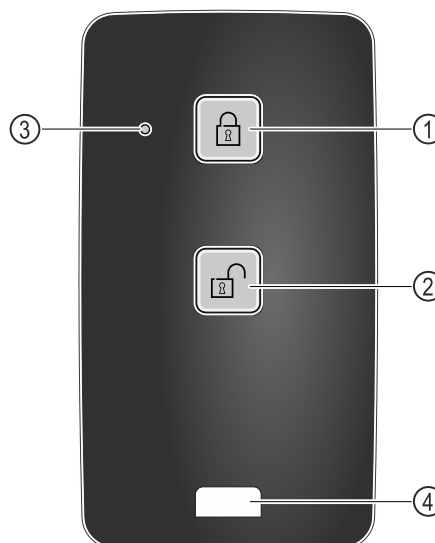

Fig. 219
- (1) Bloccare la serratura
- (2) Sbloccare la serratura
- (3) LED di stato
- (4) Occhiello di fissaggio
- ▶ Premere il tasto Fig. 219 (1) sul telecomando.
- ▶ Premere il tasto Fig. 219 (2) sul telecomando.
- ▶ Il LED di stato Fig. 219 (3) fornisce un feedback visivo quando viene premuto un pulsante.
- ▶ Occhiello Fig. 219 (4) per agganciare il telecomando, ad esempio a un portachiavi.